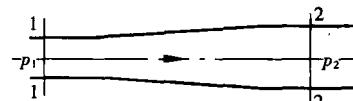

图 10-7
11. 水平放置的渐扩管如图 10-7 所示,如忽略水头损失,断